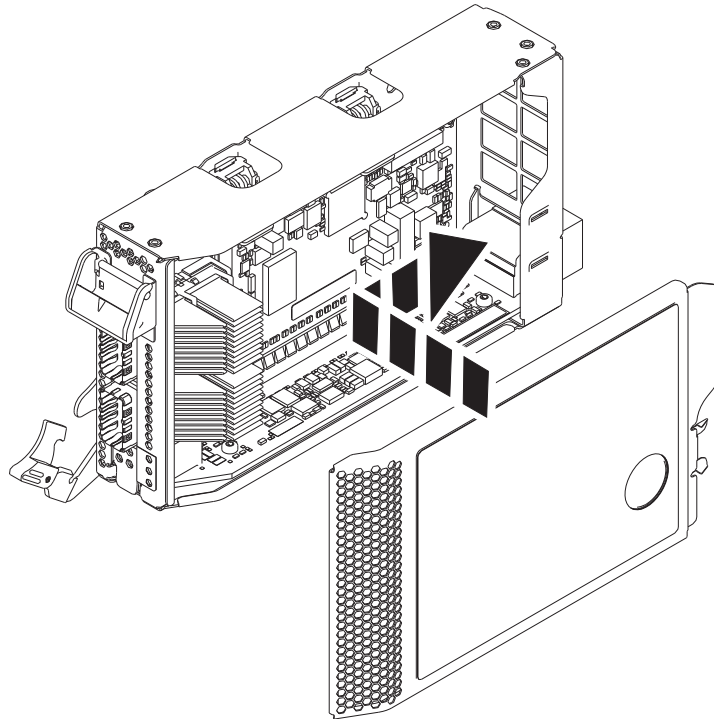

Figure 44. Remise en place du couvercle de la cassette de cartes PCIe
- a. Positionnez correctement le couvercle et faites-le glisser pour le remettre en place sur la cassette comme illustré dans la figure 44.